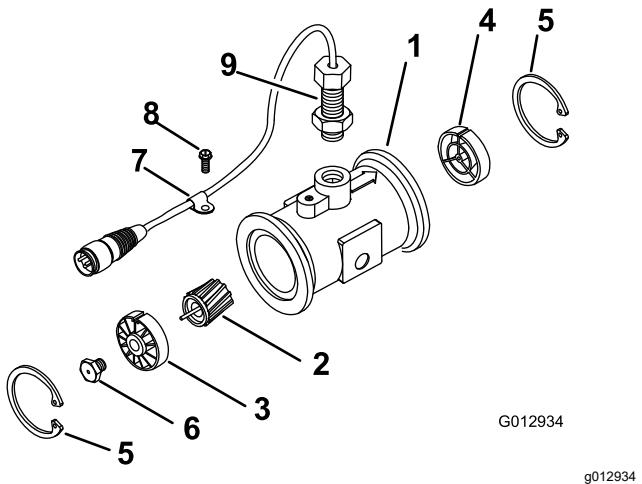

Figura 63
3. Retire el anillo de sujeción del lado "aguas arriba" (Figura 63).